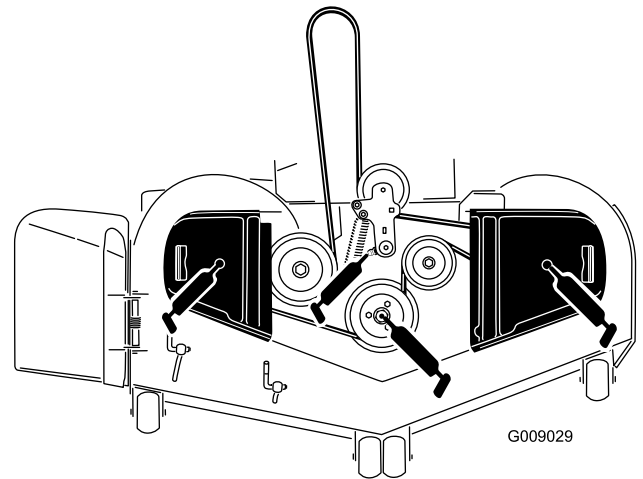

Figure 44
3. Graissez le pivot de la poulie de tension du tablier de coupe jusqu'à ce que la graisse ressorte par le bas (Figure 44).
4. Si la machine est munie d'axes graissables, lubrifiez les roulements des 3 axes jusqu'à ce que la graisse ressorte par les joints inférieurs (Figure 44).